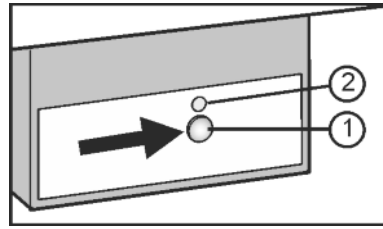

Fig. 7
- Pulse la tecla On/Off Fig. 7 (1) hasta que el LED Fig. 7 (2) se ilumine.